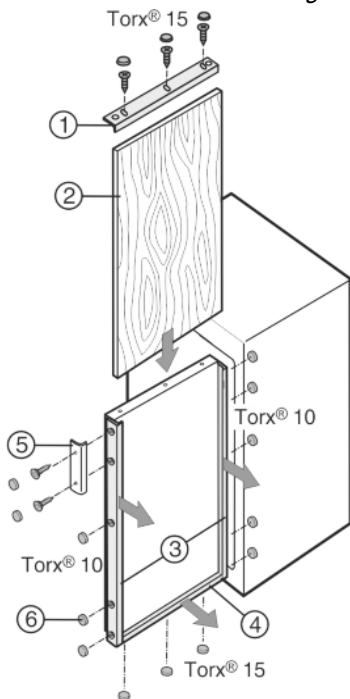

Fig. 6
- Schroef de decorlijst Fig. 6 (1) er aan de bovenkant af.
- Aan alle andere decorlijsten Fig. 6 (3, 4) de schroeven alleen losdraaien en de decorlijsten naar voren schuiven.
- Decorplaat Fig. 6 (2) inschuiven.
- Schuif de decorlijsten Fig. 6 (3, 4) terug en schroef ze vast.
- Schroef de decorlijst Fig. 6 (1) aan de bovenkant weer vast.
- Schroef de handgreep Fig. 6 (5) erop.
- Op alle schroefkoppen de afdekkapjes Fig. 6 (6) vastklikken.